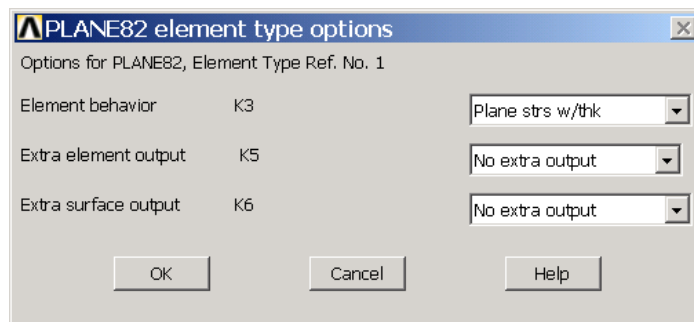

图1.25 【PLANE82 element type options】对话框
(5) 单击【Elenment Types】对话框上面的【Options】按钮，弹出如图 1.25 所示的【PLANE82 element type options】对话框。